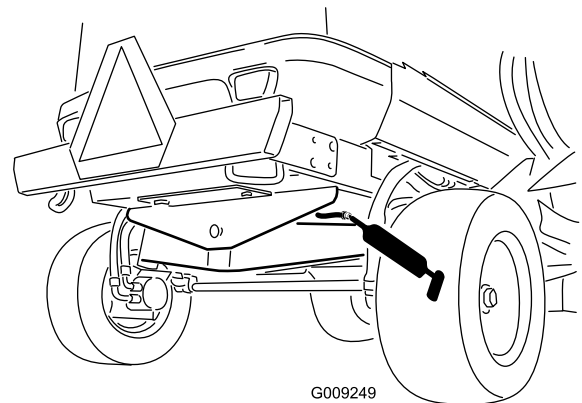

Figura 82
- 1 casquillo de pivote del eje trasero (Figura 82)